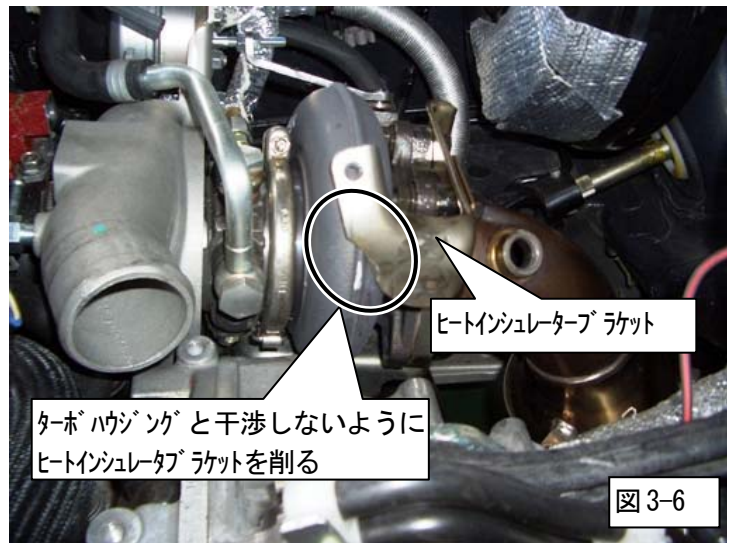

図 3-6
(11) ヒートインシュレーターブラケットを加工してください。(図 3-6)